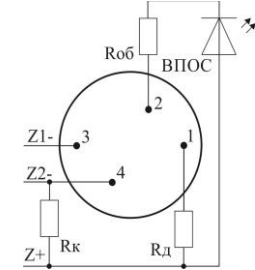

Рисунок 3 – Підключення ВПОС або світлодіода
4.4 Якщо за проектом використовують ВПОС з живленням від ШС, то його мінусовий контакт з'єднують з гвинтовою клемою з маркуванням «2» (LED), а плюсовий – гвинтовою клемою з маркуванням «1» (Z+) (рис.3, номінал R0б залежить від типу ВПОС і його робочого струму). Рекомендується використовувати ВПОС виробництва ТОВ «Тірас-12», підключивши його через резистор R0б з опором не менше 3 кОм. Допускається використовувати інший пристрій індикації з малим струмом споживання (близько 2 мА). ВПОС дублює основний індикатор в режимах пожежі та несправності.